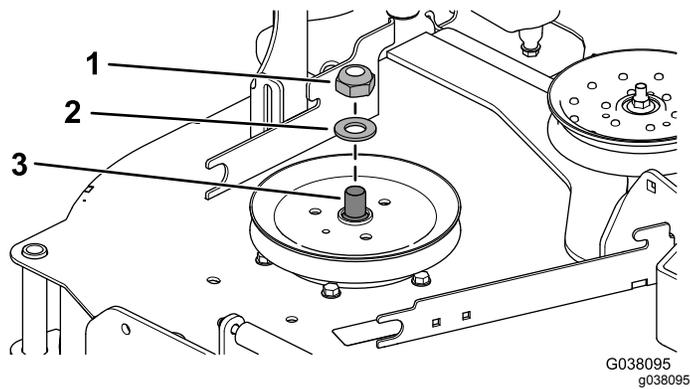

Bild 27
- Halten Sie die Spindelwelle mit einem Schraubenschlüssel (1½") fest, wenn Sie die Sicherungsmutter (¾") und die Scheibe von der Spindelwelle abnehmen (Bild 27).